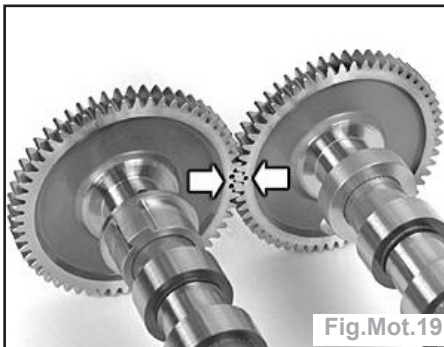

Fig.Mot.19
- Positionner les arbres à cames avec les marques sur les poulies d'arbre à cames en face l'une de l'autre (Fig.Mot.19).